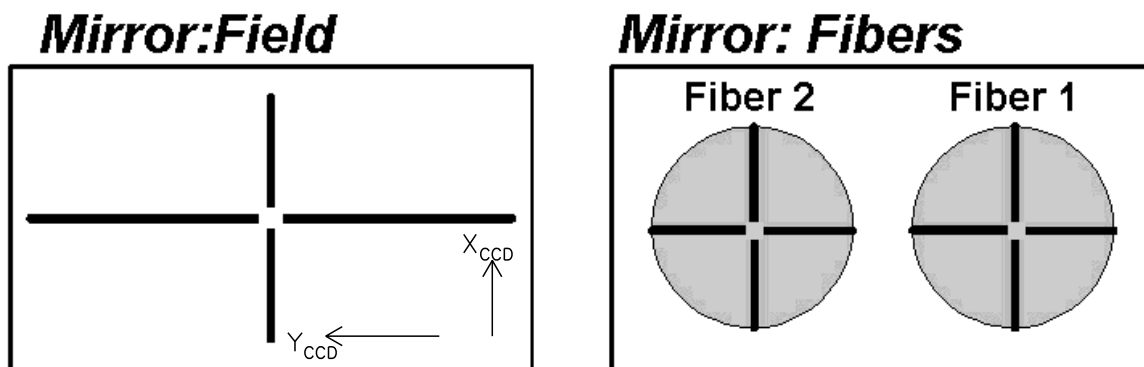

Рис. 4: Вид креста нитей при различных положениях диагонального зеркала.
Плоское диагональное зеркало, обозначенное как (3) на рис. 2 и как (2) на рис. 3, имеет два фиксированных положения: **Fibers** и **Field**. В положении **Fibers** зеркало перебрасывает изображения со жгутов световодов на телевизионный подсмотр. Этот режим используется при экспозиции объектов. В положении **Field** зеркало перекрывает центральный пучок света от телескопа и перебрасывает на подсмотр изображение центра поля зрения прибора. Размер поля на подсмотре  $3' \times 2'$ . Этот режим используется при грубом наведении телескопа на объект. Кроме того, при таком положении зеркала в спектрограф перебрасывается свет от калибровочных ламп. На рис. 4 схематично показаны изображения, наблюдаемые на подсмотре при двух положениях зеркала. На центр поля зрения и на центры жгутов световолокон проецируются изображения крестов с регулируемой подсветкой.